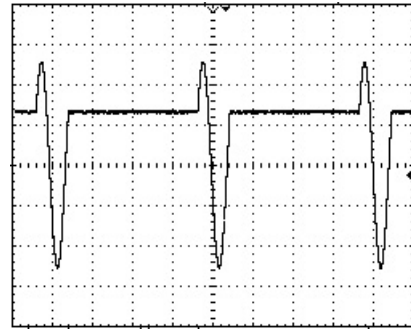

図 4-7
1.  “TRIG SINGL/MUTL”キーで Single-trigger を選択します。図 4-7 のように出力されます。